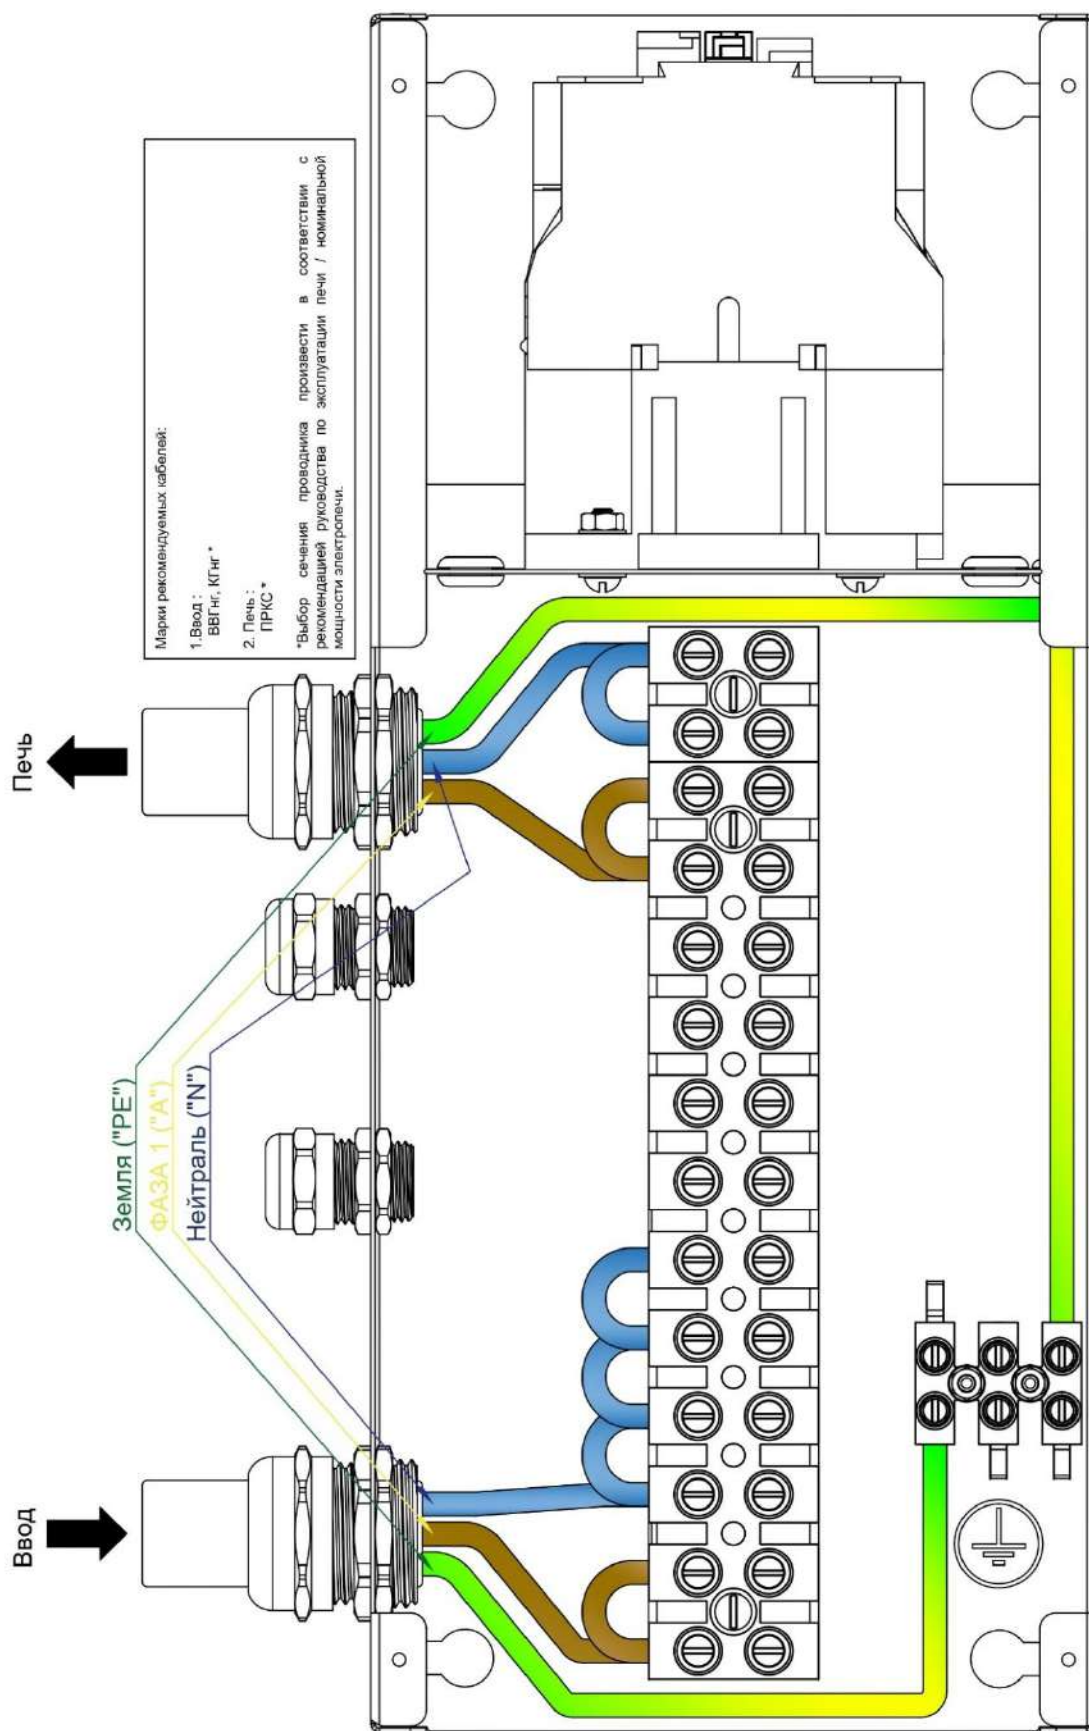

Рис. 25.: Схема подключаемых проводников и перемычек.
*При монтаже однофазного блока мощности на 9 кВт изготовить мягкие перемычки из медного проводника “по месту”. Выбор сечения проводника осуществить согласно Табл.1. Подключение осуществить согласно : Рис. 25.: Схема подключаемых проводников и перемычек. Однофазное подключение. Мягкие перемычки.